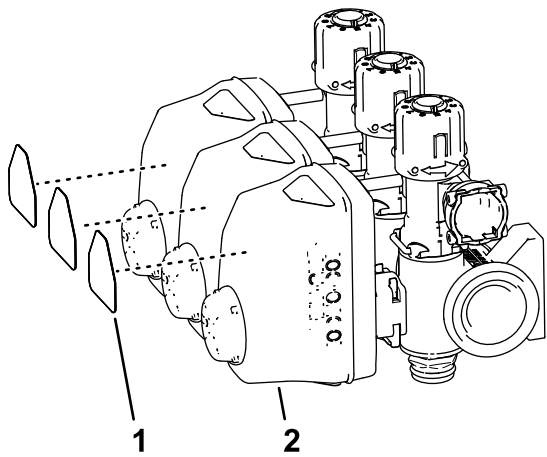

図 70
5. 各ブームバルブ 3 個についているデカルを取り外す 図 70。